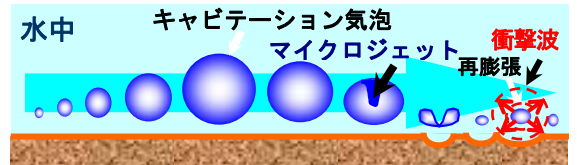

図5 キャビテーションが力を生じるしくみ
② **水を速く流すと泡になる!?** 「流体のエネルギー」=「速度のエネルギー」+「圧力のエネルギー」ですので、流体を速く流すと圧力が下がります。細くしぼった管に空気を流すと、細い部分では速度が速いので圧力が下がり、図2に示すように大気圧に押されて水柱が上がります。細くしぼった管に水を流すと、細い部分では速度が速いので圧力が下がって水が泡になります(図3参照)。温度が上がって水が泡になる場合を沸騰と呼びますが、速度の増大により圧力が下がって水が泡になる現象をキャビテーションと呼びます(図4参照)。速度が下がって、泡が水に戻るときに、泡の一部が変形してマイクロジェットを生じたり、ごく短時間で泡が再び大きくなるために衝撃波を発生して、金属も凹ますような力を発生します(図5参照)。